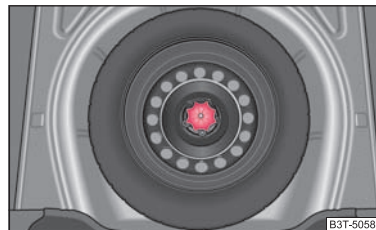

Fig. 198 Spațiul pentru bagaje: Roata de rezervă
Roata de rezervă este situată sub podeaua portbagajului și este fixată cu un șurub special ⇒ fig. 198.
- Depozitați și fixați roata defectă în locașul roții de rezervă, cu șurubul special ⇒ pagina 220, fig. 198.